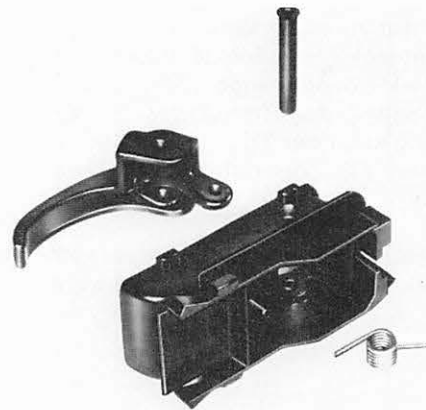

Abb. 41 Einzelteile des inneren Türöffnungshebels.
4. Einzelteile des Türöffnungshebels zusammenbauen, Abb. 41.